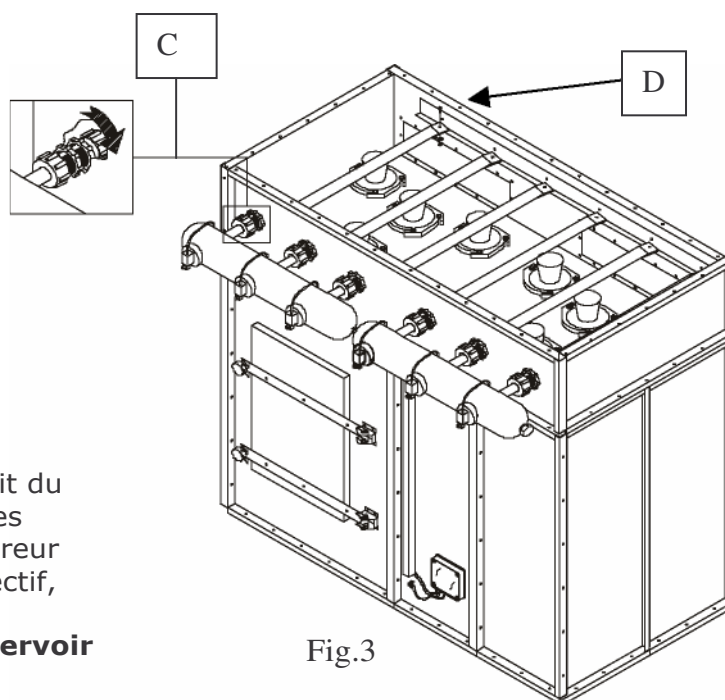

Fig.3
5.6.2 Desserrez les vis d'assemblage du toit du Dépoussiéreur (point D). Enlever les rampes de décolmatage de l'intérieur du dépoussiéreur en les passant par leur emplacement respectif, Cf agrandissement C de la Fig.3